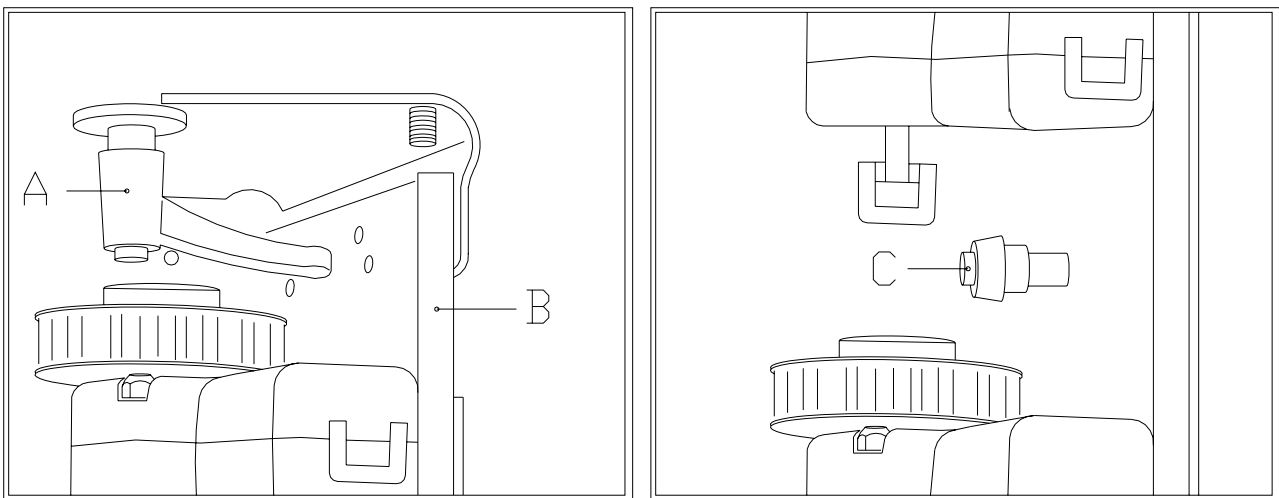
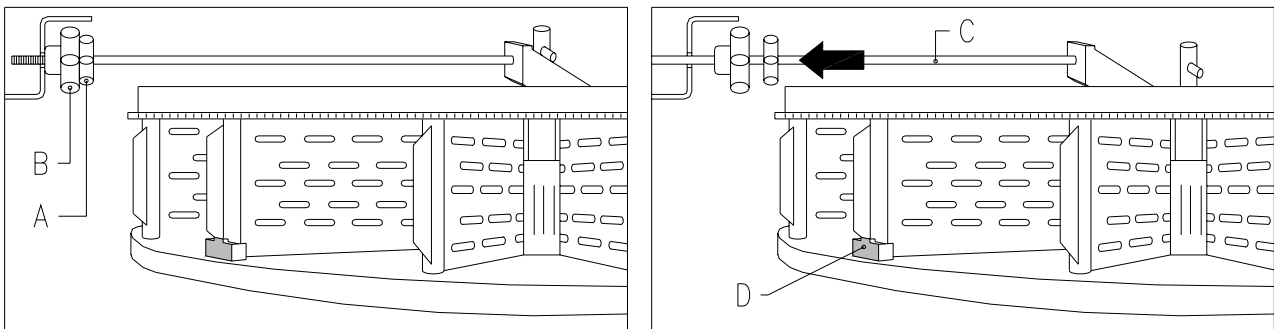

FIG. 6
FIG. 7
8.1 SACAR LA COLUMNA DE BANDEJAS FIG. 6 - FIG. 7
- Aflojar las manillas pos. A FIG. 6, tanto arriba como abajo. Además, deben aflojarse los 3 espárragos roscados pos. C FIG. 6, que hay a lo largo del montante de los motores espaciados regularmente, por último desplazar el grupo motores pos. B FIG. 6 de manera que los engranajes se desenganchen;
- Desenganchar la varilla de bloqueo de la columna y sacarla como ilustrado en la FIG. 7;
- Acercar el grupo motores controlando que todos los engranajes estén correctamente engranados, esta operación resulta más fácil actuando en los 3 espárragos roscados (pos. C FIG. 6), por último fijar las dos manillas, tanto arriba como abajo.
<p>Verificar que el acoplamiento entre el motor y el sector dentado no esté forzado para no dañar el funcionamiento de los motores.</p> <p>Al encender la máquina, ésta ejecuta una rotación automática de todas las bandejas hasta que el tope pos. D FIG. 7 no está delante del sensor, para poner a cero la máquina.</p>